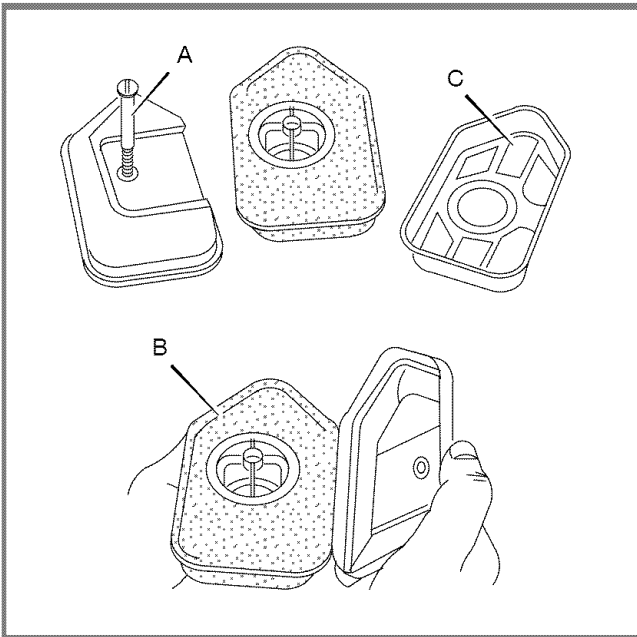

Figura 22: Cambie el filtro de aire
- 2 Retire el tornillo (A) según se ilustra en Figura 22.
- 4 Desarme el filtro de aire y limpie todas las partes. Si el filtro (B) está muy sucio o dañado, reemplácelo por un nuevo filtro.